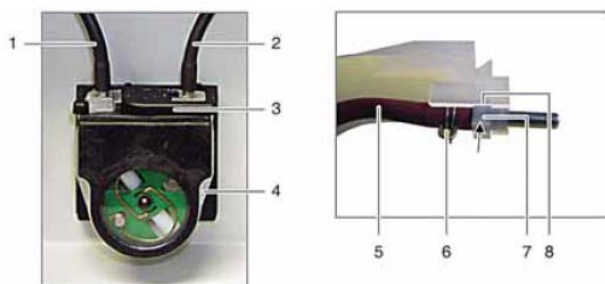

图82 冷凝泵和带子中泵管的详细视图
按下列步骤取出泵管和检查其是否漏气（图82）。
2. 将冷凝泵的夹片推向左边（图82项目3）。
4. 从泵体取出带子（图82项目4）和泵管。
8. 将泵管压回到带子中（图82）
11. 将管子（16）和管子（17）压回到接口中（图82）。